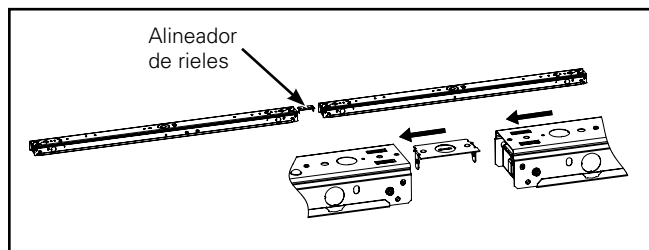

Figura 18.
3. Inserte el alineador de rieles en uno de los canales e inserte otro canal en el otro extremo del alineador de rieles. (Figura 18.)